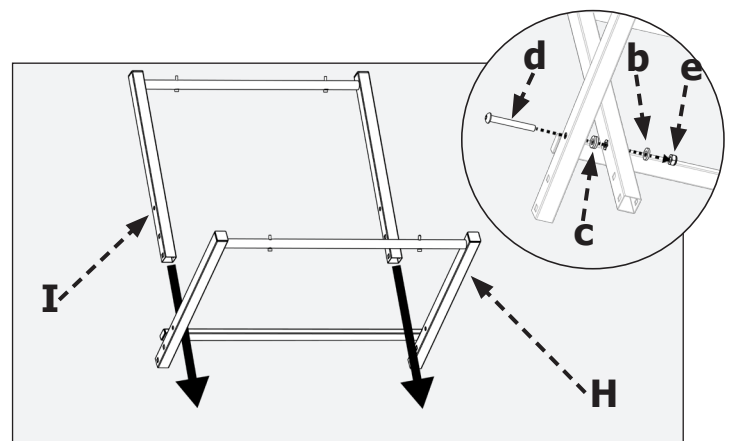

FIGURA 1
Ensamble la pieza de la base 2 (I) a través de la pieza de la base 1 (H) que tiene un apoyo transversal como se muestra en la (FIGURA 1). Asegure el conjunto de la base con el tornillo de cabeza hexagonal M8 x 65 mm (d), el espaciador M8 (c), la arandela M8 (b) y la tuerca de bloqueo M8 (e). (FIGURA 1)